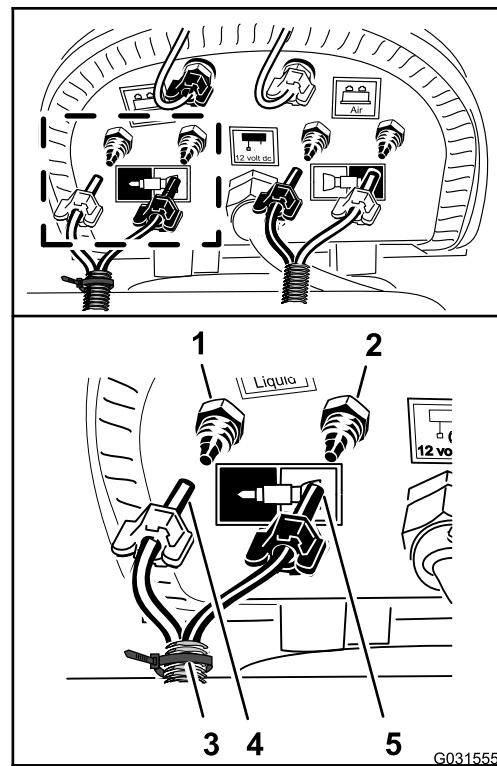

Figura 145
1. Ligue a tubagem com a braçadeira de cabos que preparou no passo 9 de Preparação dos novos conjuntos dos tubos para os bicos do marcador de espuma \(página 16\) alinhando o tubo azul da secção direita de pulverização com a união da compressão do circuito de água da secção de pulverização direita (Figura 145).
2. Monte a porca de compressão para o tubo na união e aperte a porca à mão (Figura 145).
3. Alinhe o tubo transparente para a secção de pulverização direita na união da compressão para o circuito de ar da secção de pulverização direita (Figura 145).
4. Monte a porca de compressão para o tubo na união e aperte a porca à mão (Figura 145).